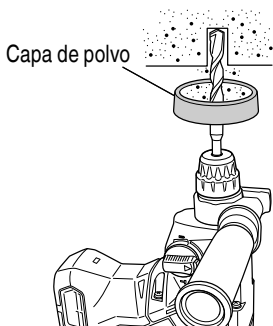
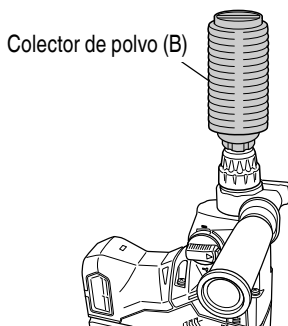

Fig. 9
Fig. 10
4. Cuando instale la copa de polvo o el lector de polvo (B) (Accesorios facultativos) (Fig. 9, Fig. 10)
Emplee la copa de polvo instalando la broca como se muestra en la Fig. 9.
- Instalacion del colector de polvo (B)
Para emplear el colector de polvo (B), insértelo desde la punta de la broca alineándolo con la ranura de la empuñadura. (Fig. 10)